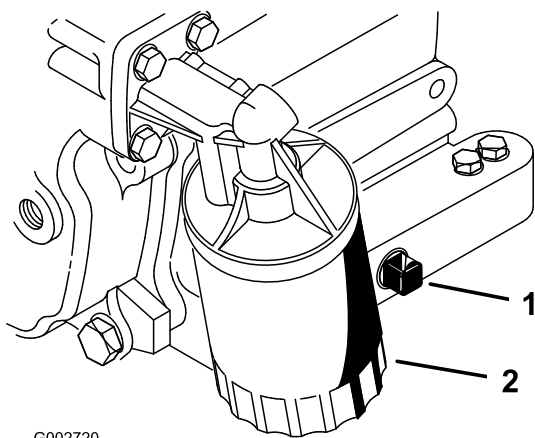

Figura 27
2. Retire o tampão de escoamento (Figura 27) e deixe o óleo escorrer para um recipiente adequado. Quando o óleo parar, volte a montar o tampão de escoamento.
3. Retire o filtro do óleo (Figura 27).